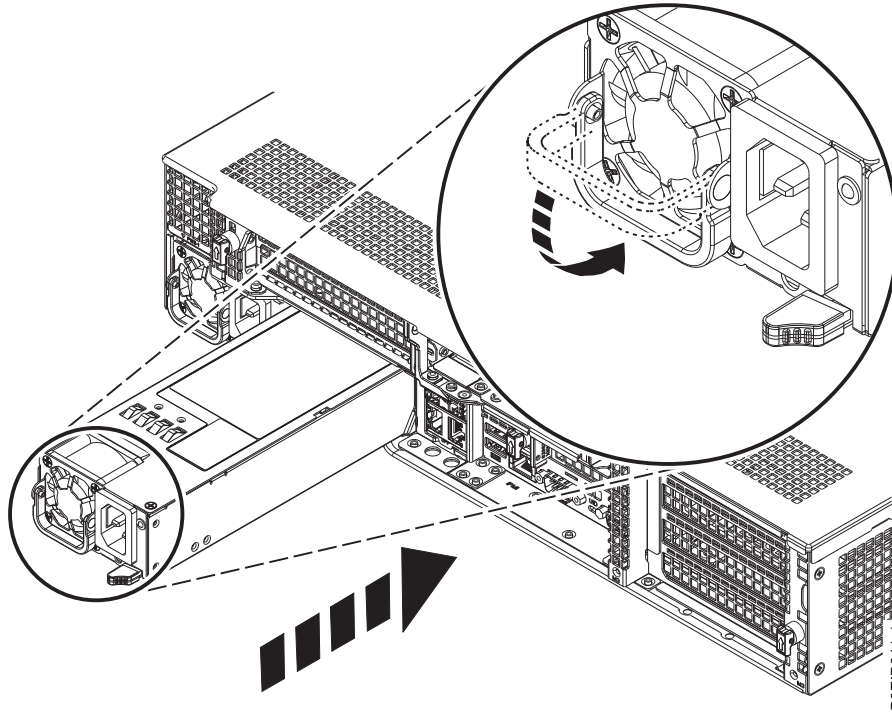

Figure 56. Remplacement d'une alimentation dans le système
2. Alignez l'alimentation avec la baie comme indiqué dans la figure 56, à la page 93. Le ventilateur se trouve à gauche et le connecteur à droite. Faites glisser l'alimentation dans le système jusqu'à son enclenchement.